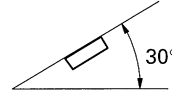

Fig. 5
- Si el ángulo de la instalación excede los 30° del lado horizontal, la unidad podría no brindar su óptimo funcionamiento. (Fig. 5)